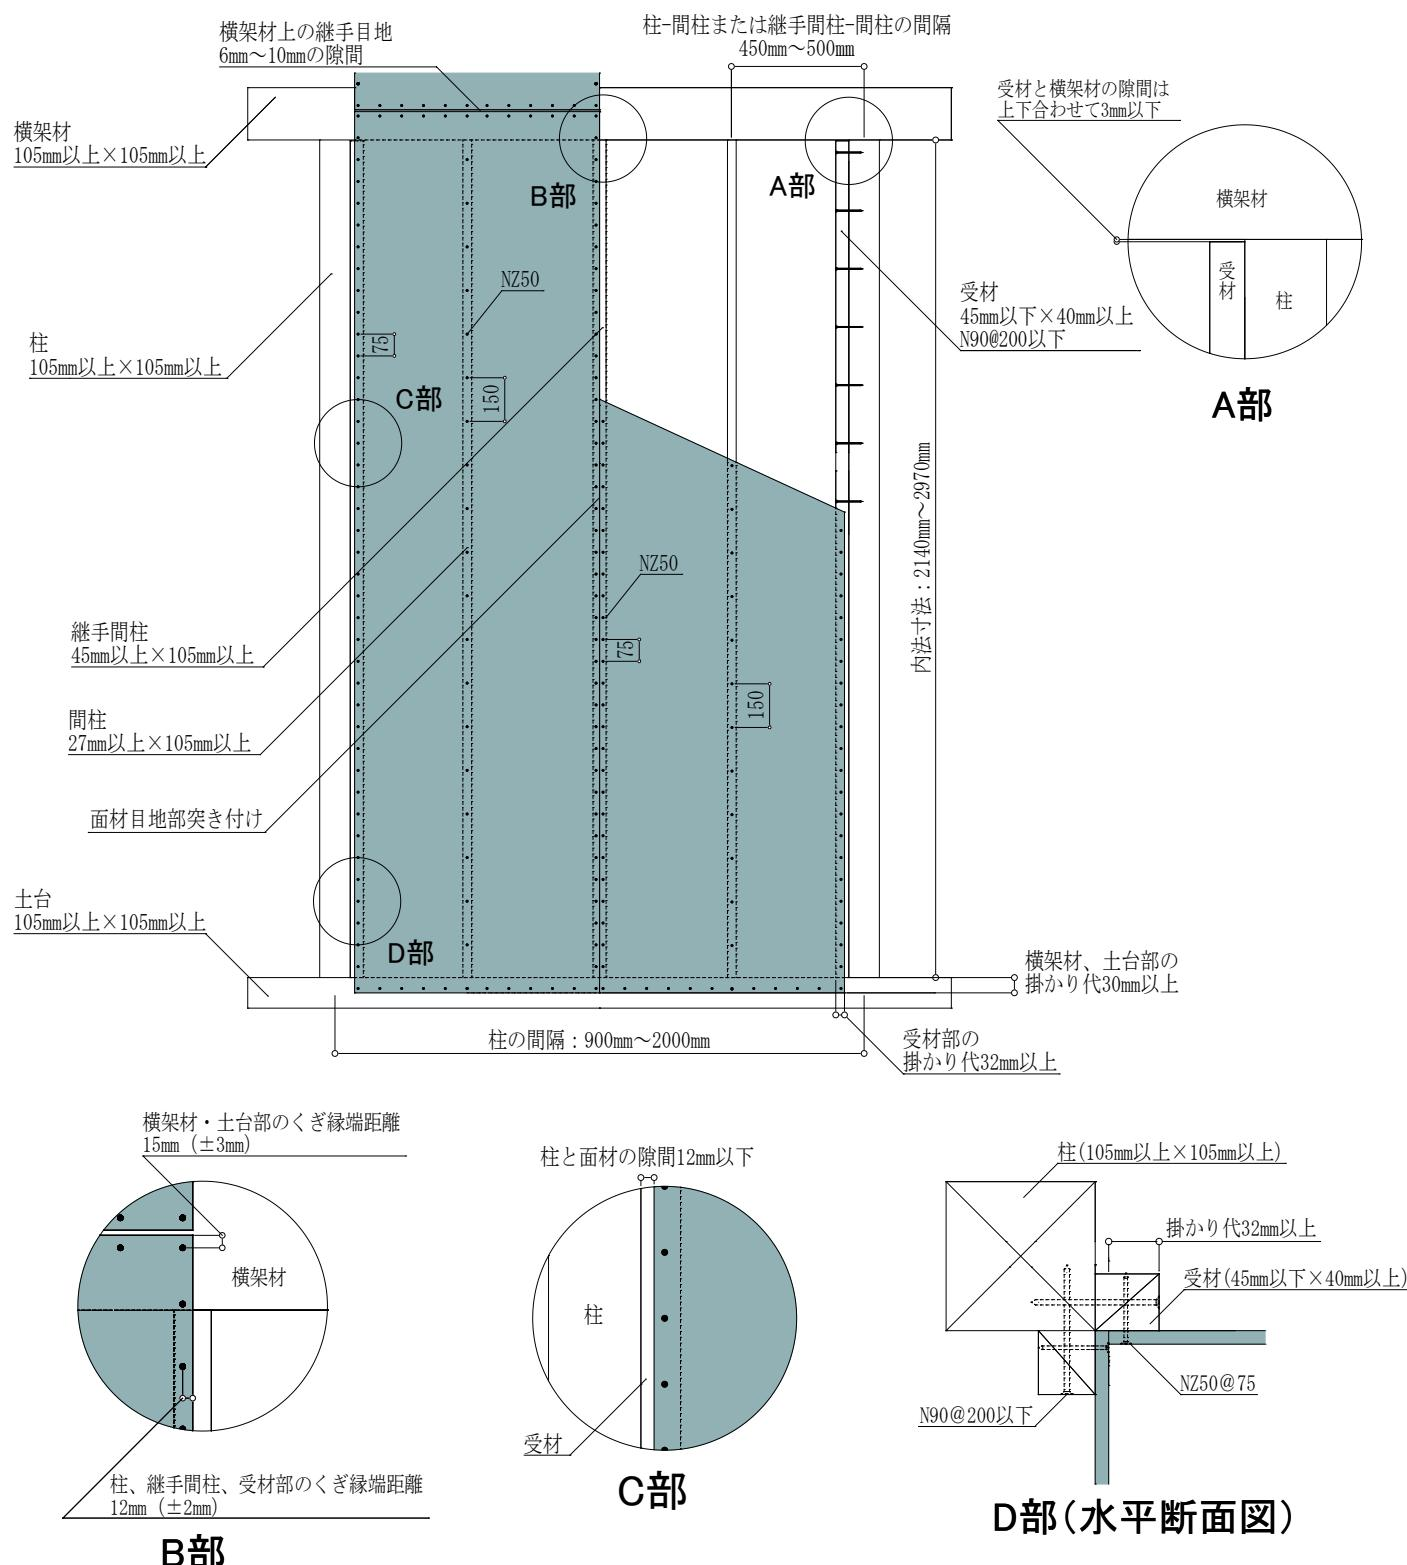

図8 入隅仕様 (FRM-0680 : 2.5倍) 施工概略図 (2Pの場合)
施工においては、図8および注意事項に記載の内容を遵守してください。
- ・タイガーEX ハイパーは、原則1枚張りとします。縦継ぎ張りについては、P30「⑨縦継ぎ張りについて」をご確認ください。
- ・図8は2Pの施工例となっておりますが、1Pの場合も耐力壁とできます。